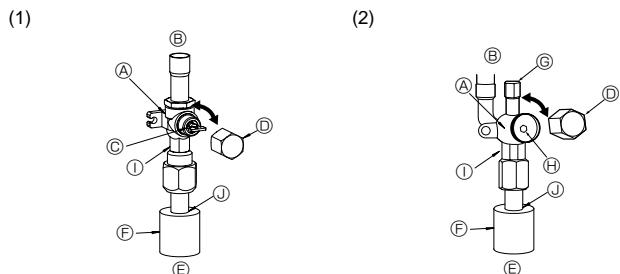

Fig. 4-5
(1) Lado del gas (Fig. 4-5)
- ① Quite la tapa, tire de la manivela hacia usted y gire 1/4 de vuelta hacia la izquierda para abrir.
- ② Cerciórese de que la válvula de parada esté completamente abierta, empuje la manivela y enrosque la tapa en su posición original.